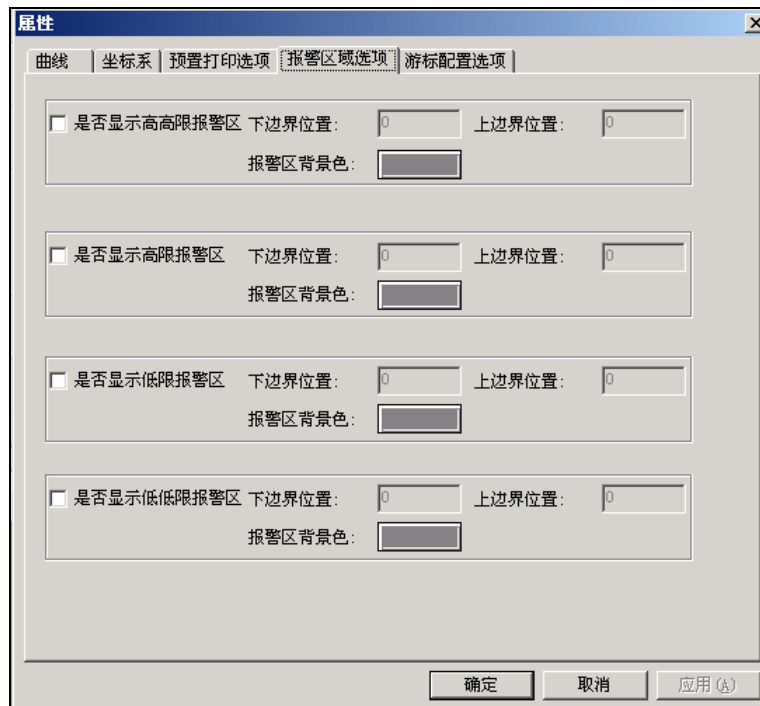

图 4-12 报警区域选项属性页
- 报警区域选项属性页：历史曲线控件中的“报警区域选项属性页”对话框，如图 4-12 所示。在此属性页中您可以设置历史曲线窗口中报警区域显示的颜色，包括：高高限报警区的颜色、高限报警区的颜色、低限报警区的颜色和低低限报警区的颜色及各报警区颜色显示的范围。通过报警区颜色的设置使您对变量报警情况一目了然。